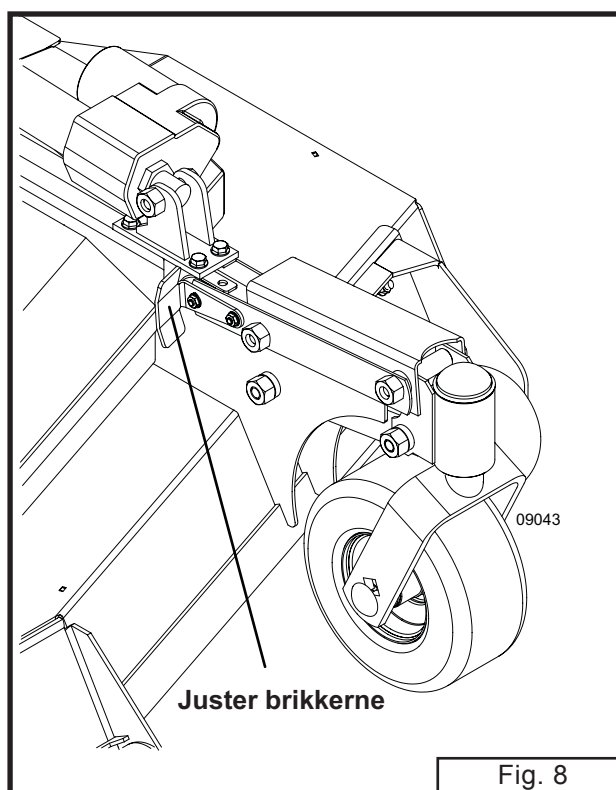

Fig. 8
- Juster højden med justerbrikkerne for at opnår ønskede klippehøjde. (Se Fig. 8)